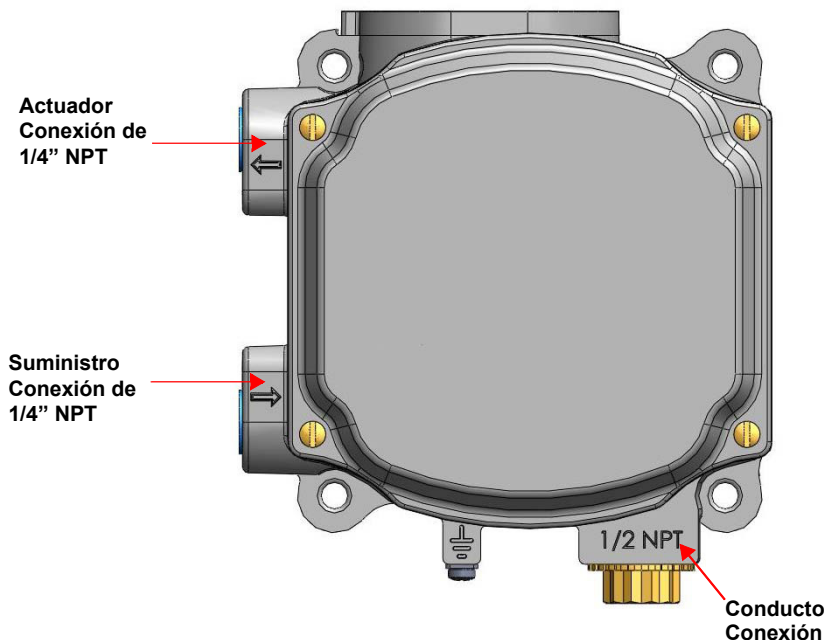

Figura 22 - Puertos del aire
1. Instale los tubos en el puerto de suministro de aire. Diámetro mínimo del tubo 1/4" (Figura 22).